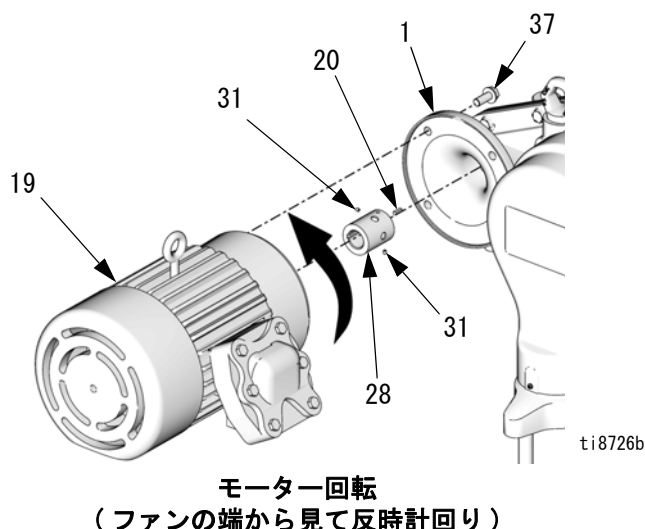
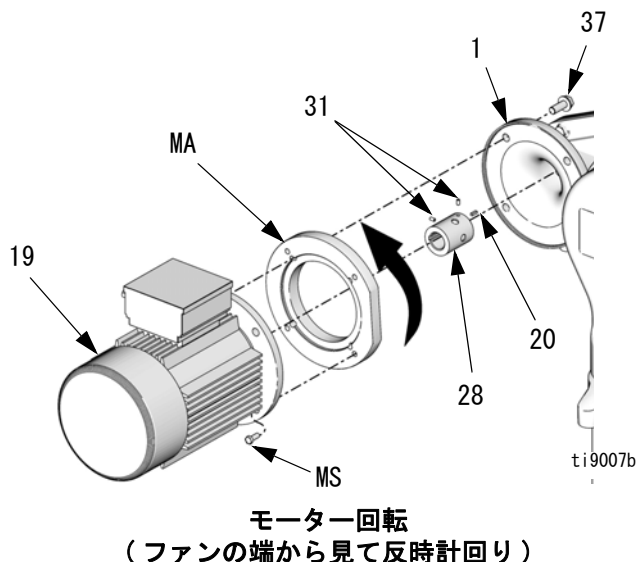

図 20. すべての NEMA 182/184 TC フレーム電動モーター
図 21. IEC 112M/B5 および 100L/B5 フレーム電動モーター
注：すべての NEMA 182/184 TC フレーム電動モーターについては、図 20 を参照してください。IEC 112M/B5 および 100L/B5 フレーム電動モーターについては、図 21 を参照してください。
注：IEC 112M/B5 または 100L/B5 フレーム電動モーターを取り付ける際は、モーターをギア減速機に取り付ける前に、モーターアダプタ (MA) およびネジ (MS) が所定の場所にあることを確認します。図 21 を参照してください。